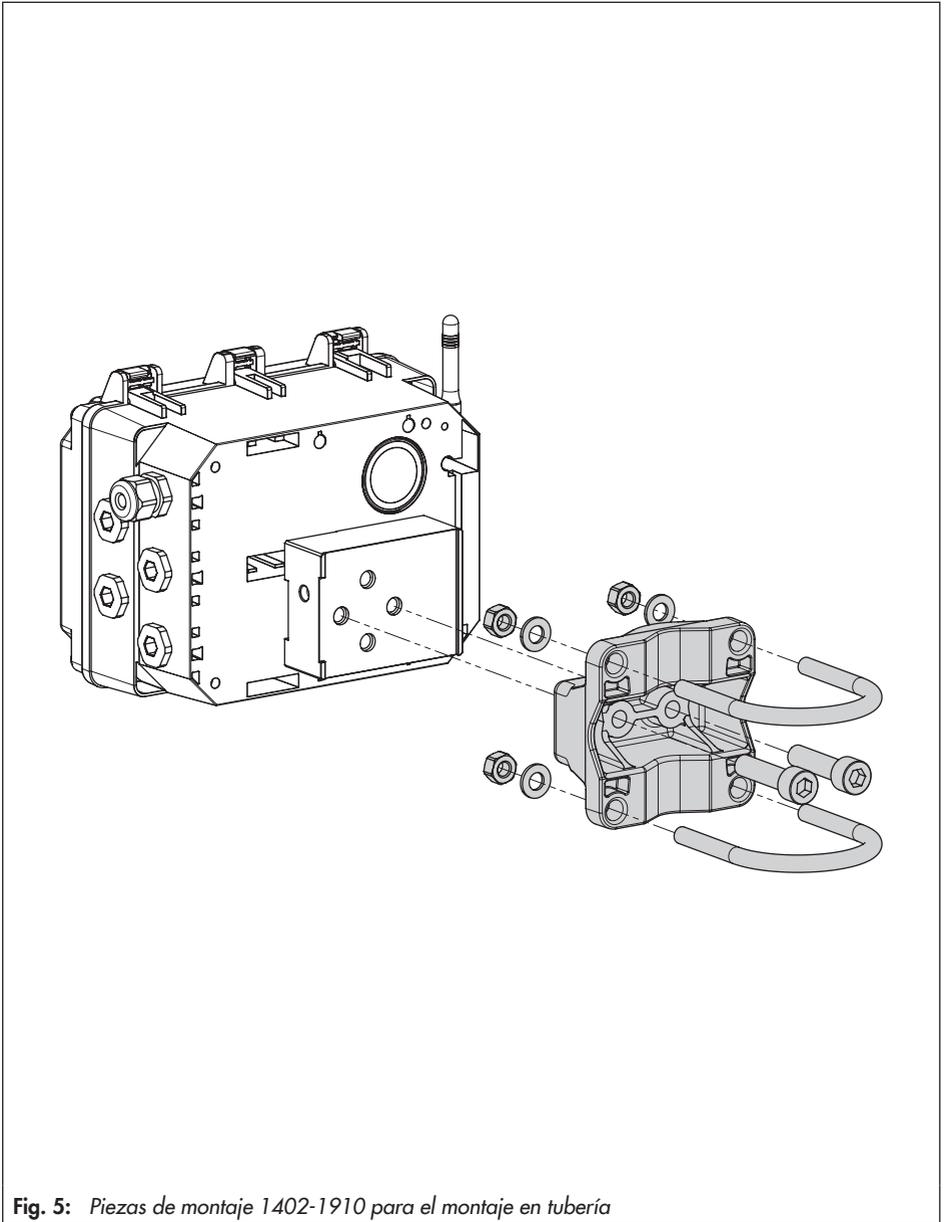

Fig. 5: Piezas de montaje 1402-1910 para el montaje en tubería
- Piezas de montaje para montaje en tubería como accesorios (ver cap. 3.3 y fig. 5)